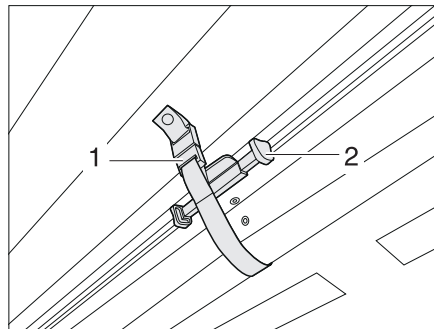

Bild 15 Sicherung der faltverdunklung Frontscheibe
- Die faltverdunklung für die Frontscheibe mit dem Griff (Bild 15,2) nach oben schieben, bis sie einrastet. Mit der verschluss-schleife (Bild 15,1) sichern. Die faltverdunklung ist gesichert.